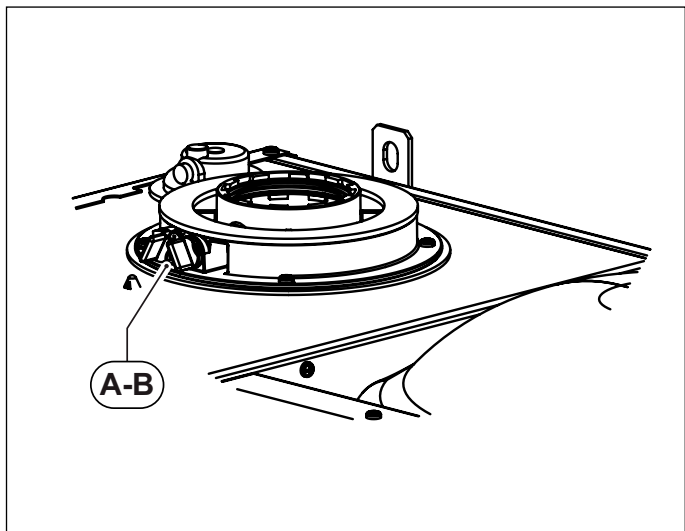
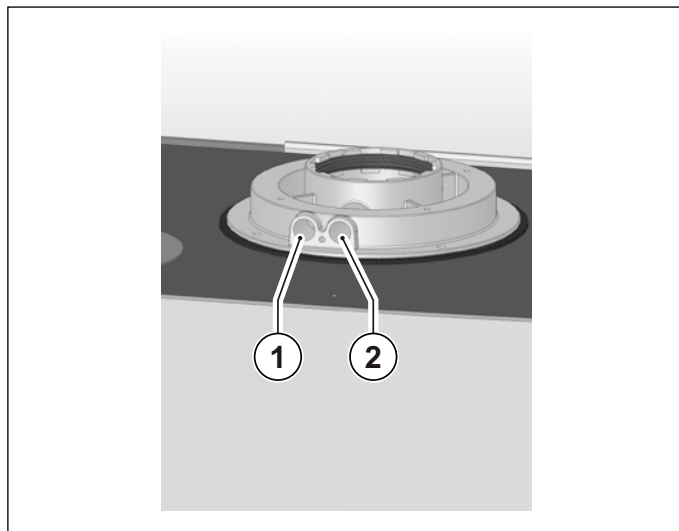

Рис. 13 Положення заглушок
Рис. 14 Положення отворів
На котлі є патрубок для підключення до системи забору повітря/димовідведення (дивись Рис. 13 Положення заглушок та Рис. 14 Положення отворів).
В патрубок передбачено два отвори для прямого доступу до повітря, що йде на згоряння, та до димових газів (дивись Рис. 14 Положення отворів).
Для проведення вимірів необхідно зняти заглушки **A** та **B** з отворів на патрубок (дивись Рис. 13 Положення заглушок).
- замір температури повітря що йде на горіння **1** (дивись Рис. 14 Положення отворів).
- замір температури димових газів та вмісту CO₂ в спеціальному отворі **2** (дивись Рис. 14 Положення отворів).